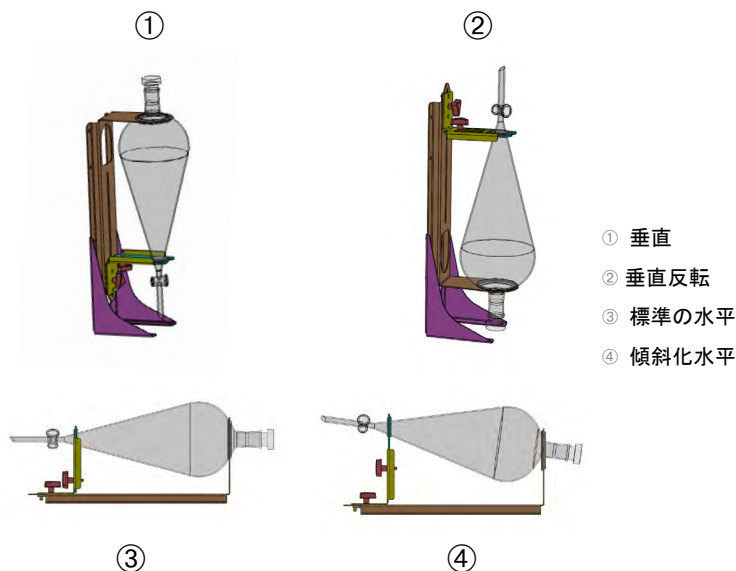

図 90: 分液ロートクランプの取付位置
図 90の水平位置③で高さを調整すると、④に示すように傾斜した向きにすることができます。さらに、分液ロートクランプを垂直スタンド（付属品として供給されている）と組み合わせると、①および②に示すように垂直に配置することができます。また、クランプは分液ロートの栓を①のように下に向けて取り付けるか、反転して②のように逆さまに配置することができます。
- 図 90の①および②に示すように、分液ロートクランプを垂直の取付台の長い方の端に取り付けます。